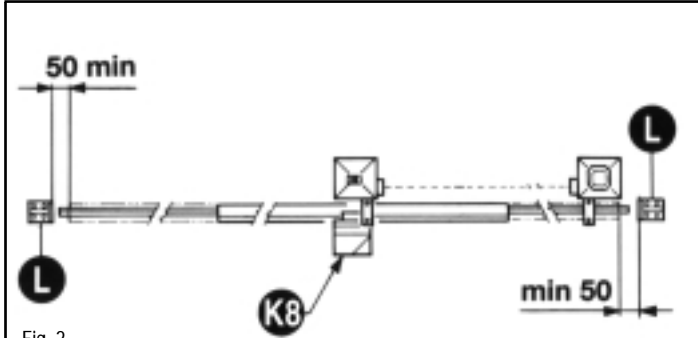
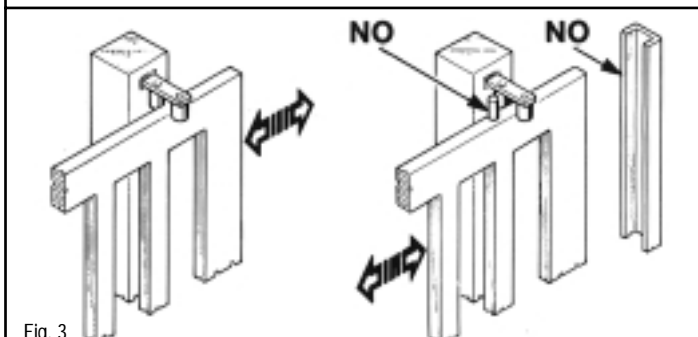

Fig. 2
Fig. 3
È necessario che la guida abbia alle sue estremità due fermi meccanici (L) (Fig. 2). Inoltre, le colonne devono avere superiormente delle guide antideragliamento (Fig. 3).
The guide needs to have two mechanical stops (L) of the type indicated at its ends (Fig. 2).
In addition, the columns must have anti-derailment guides at the top (Fig. 3).
N.B. Eliminate the mechanical stops of the type indicated in Fig. 3.
Il est nécessaire que le guidage ait à ses extrémités deux arrêts mécaniques (L) du type indiqué (Fig. 2). En plus, les colonnes doivent avoir dans la partie supérieure des guidages antidéraillement.
Éliminer les arrêts mécaniques du type décrit (Fig. 3).
Die Führungsschiene muß an beiden Enden mechanische Sperrunger (L) haben, wie in der Abbildung dargestellt ist (Fig. 2). Darüberhinaus Mußen die Säulen über Entgleisungsschutzvorrichtungen verfügen (Fig. 3).